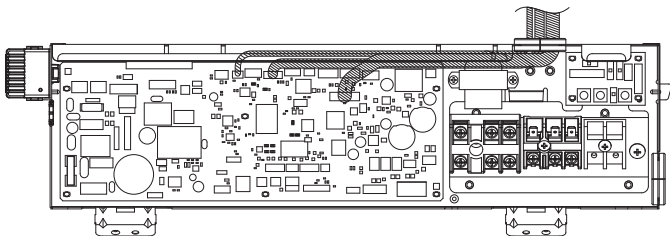

Fig. 6-2
1. Insérez le fil du KIT DE VANNE en option dans l'appareil intérieur par l'orifice d'insertion des câbles. (Fig. 6-2)